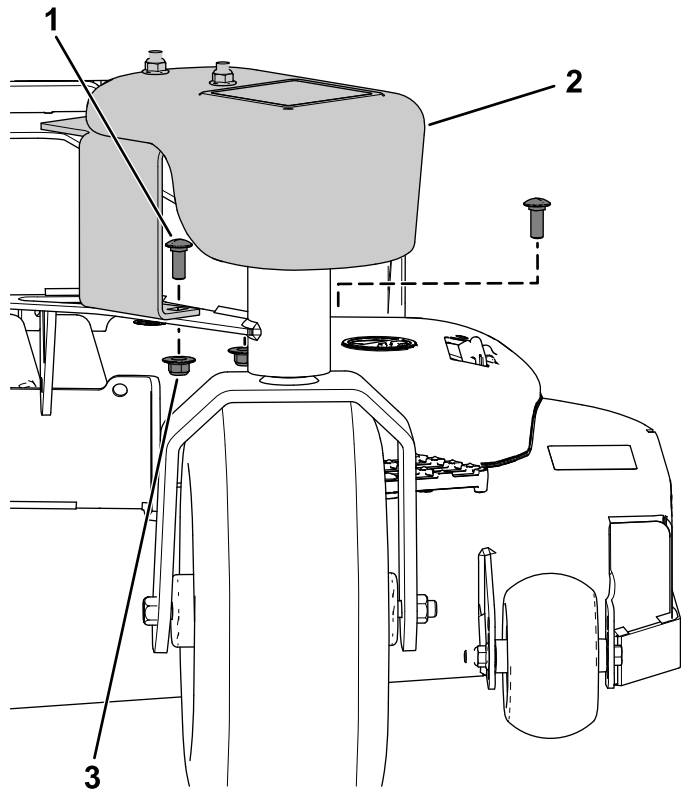

Figure 10
1. Fixez la masse au bras de la roue pivotante à l'aide de 2 boulons de carrosserie ($\frac{3}{8}$ x 1 po) et 2 écrous à embase ($\frac{3}{8}$ po), comme montré à la Figure 10.